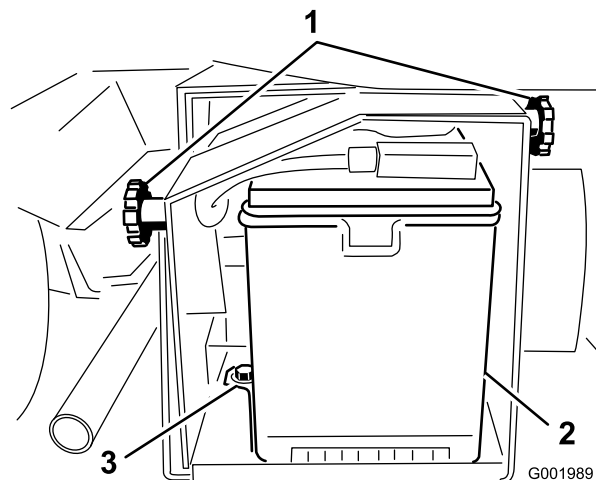

Figura 56
2. Afloje los pomos de los lados de la caja de la batería y retire la tapa de la batería (Figura 56).
5. Retire el dispositivo de sujeción de la batería y los herrajes (Figura 56).
2. Instale el dispositivo de sujeción de la batería, fijándolo con los herrajes que retiró anteriormente (Figura 56).
4. Instale la tapa de la batería y fíjela con los 2 pomos (Figura 56).
1. Afloje los pomos de los lados de la caja de la batería y retire la tapa de la batería (Figura 56).